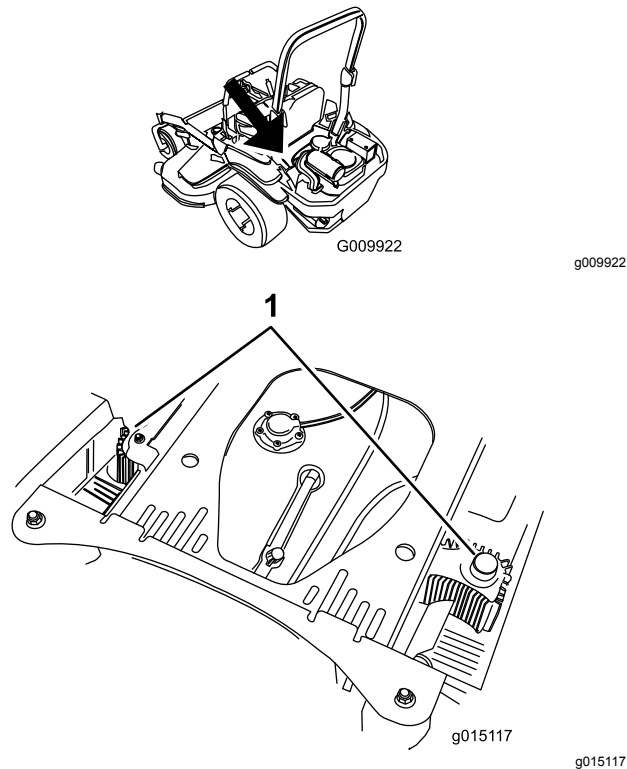

Figure 83
4. Débarrassez les protections de l'unité hydraulique de l'herbe et des débris accumulés (Figure 83).